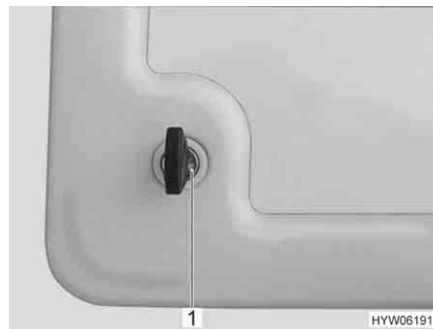

Fig. 35 Serratura a pressione sportello di servizio
- Inserire la chiave nel cilindro della serratura a pressione richiudibile (Fig. 35,1) e ruotare di un quarto di giro. La serratura a pressione è sbloccata.
- Inserire la chiave nel cilindro della serratura a pressione richiudibile (Fig. 35,1) e ruotare di un quarto di giro. La serratura a pressione è bloccata.